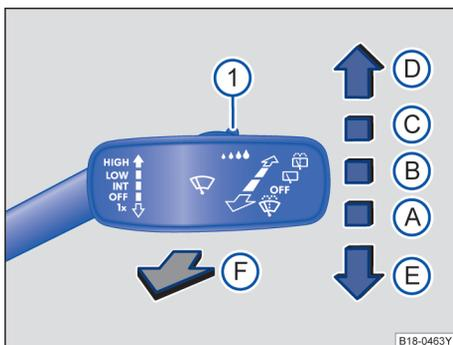

图 75 操作车窗玻璃刮水器。
使用开关 ⇒ 图 75 使用合适的间歇挡位（不配备雨量传感器的汽车）或调节雨量传感器的灵敏度。
- 向下短按车窗玻璃刮水器操作杆 \Rightarrow 图 75 。